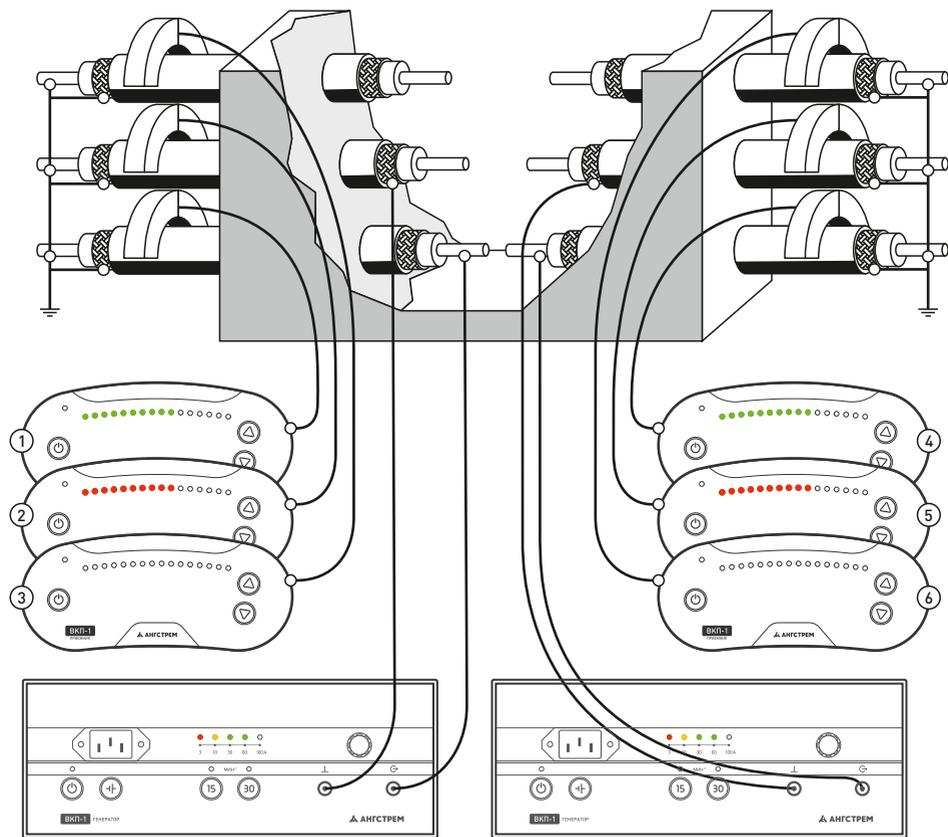

Рисунок 6
- ▶ На Рис.6 показана последовательность действий для СПЭ кабеля. Подключив генератор и приемник, как показано на рисунке, определить и маркировать жилу кабеля, подключенную к генератору. Последовательно переключая генератор и приемник на остальные жилы, определить и маркировать остальные фазные жилы кабеля. Аналогично подключаясь на второй части кабеля, определить и маркировать ее фазные жилы.